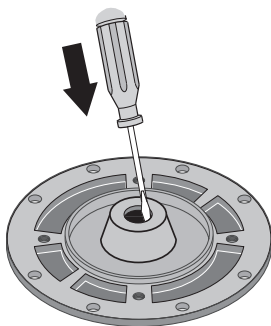

FIGURE 15 – RETIRER EN APPUYANT SUR LE JOINT
- Placez la plaque d'étanchéité, face vers le bas, sur une surface plane et enlevez la moitié de la face stationnaire du joint en appuyant dessus (figure 15).